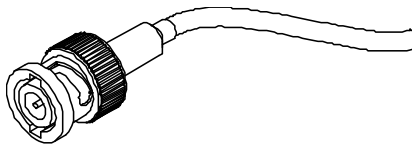

图 L-5 涡流探头的 BNC 连接器
- 第三种是 BNC 连接器（参见第 172 页的图 L-5），用于连接某些单线圈涡流探头。